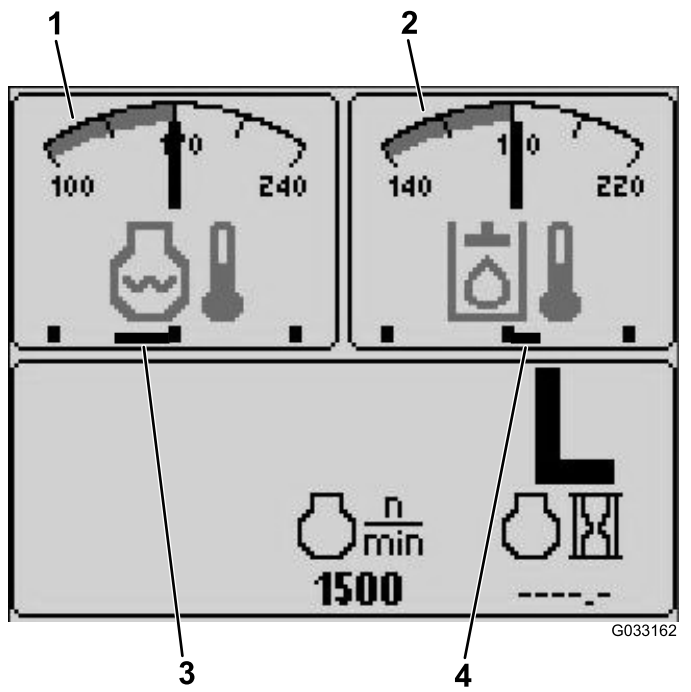

Figura 18
- Indicador de temperatura del fluido hidráulico y los ventiladores — pantalla superior derecha (Figura 18)
Nota: En el ejemplo de la Figura 18, los ventiladores de refrigeración del fluido hidráulico
- Indicador de la temperatura del refrigerante del motor y los ventiladores — pantalla superior izquierda (Figura 18)
Nota: En el ejemplo de la Figura 18, los ventiladores de refrigeración del motor están funcionando al 50% en dirección hacia atrás.
La dirección de los ventiladores se indica también en la pantalla de temperatura del refrigerante del motor y la pantalla de temperatura del fluido hidráulico. Si la barra está a la derecha de la marca central, los ventiladores funcionan en dirección hacia adelante. Si la barra está a la izquierda de la marca central, los ventiladores funcionan en dirección hacia atrás (Figura 18).
Muestra la temperatura del fluido hidráulico y el estado del ventilador de refrigeración (Figura 18).
Muestra la temperatura del refrigerante del motor y el estado del ventilador de refrigeración (Figura 18).